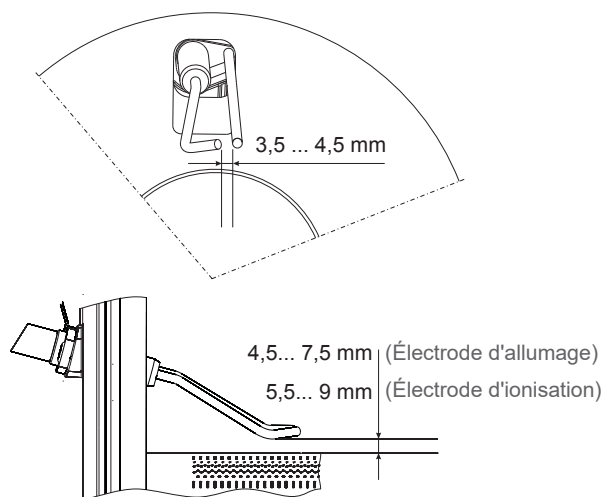

fig. 58 - Réglage des électrodes
- Vérifier l'écartement et le positionnement des électrodes (fig. 58).